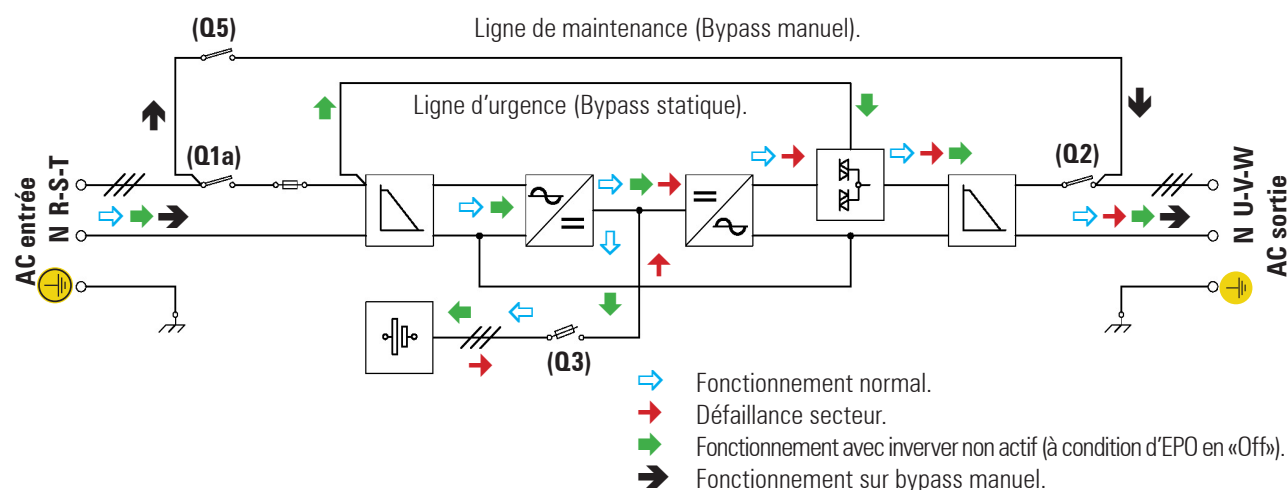

Fig. 20. Schéma de blocs ASI SLC CUBE3+ avec des flux de fonctionnement
- Dans les schémas de blocs des figures 20 et 21 sont représentés, comme exemple, la structure basique d'un équipement standard et la ligne de bypass indépendant pour une configuration d'entrée et sortie triphasées. Pour quelque autre configuration, il ne va varier que le nombre de câbles et bornes en entrée, sortie ou bypass, jamais la structure interne de l'équipement.
L'inverter a comme mission celle de transformer la tension du bus DC en AC, en fournissant une sortie sinusoïdale alternative, stabilisée en tension et fréquence apte pour alimenter les charges reliées à la sortie (figures 20 et 21).
L'inverter continue en fonctionnant normalement sans s'apercevoir de la manque de secteur et l'autonomie de l'équipement ne dépend que de la capacité du groupe de batteries (figures 20 et 21).
Dans tous les deux cas, la tension de sortie de l'ASI est fournie par la ligne de bypass d'urgence à travers du commutateur de bypass statique (figures 20 et 21), à condition que l'EPO soit inactif.
Constater dans les figures 20 et 21 le flux de fonctionnement de ce mode.